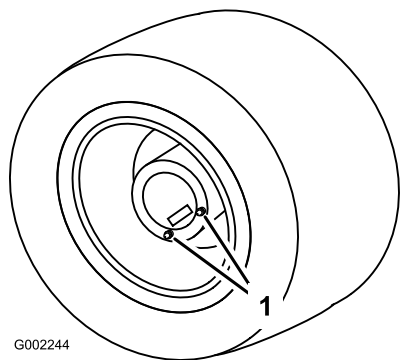

Figura 81
1. Posizionate l'irroratrice su una superficie piana con le ruote posteriori posizionate come illustrato nella Figura 81.
3. Allineate una bacinella di spurgo sotto i tappi di spurgo e rimuoveteli dal mozzo (Figura 81).